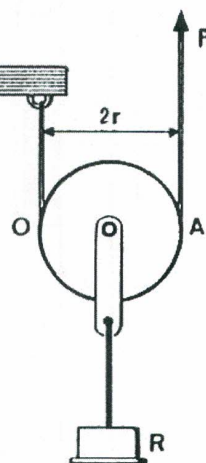

Fig. 2
- la *carrucola mobile*, quando la staffa è libera (fig. 2).